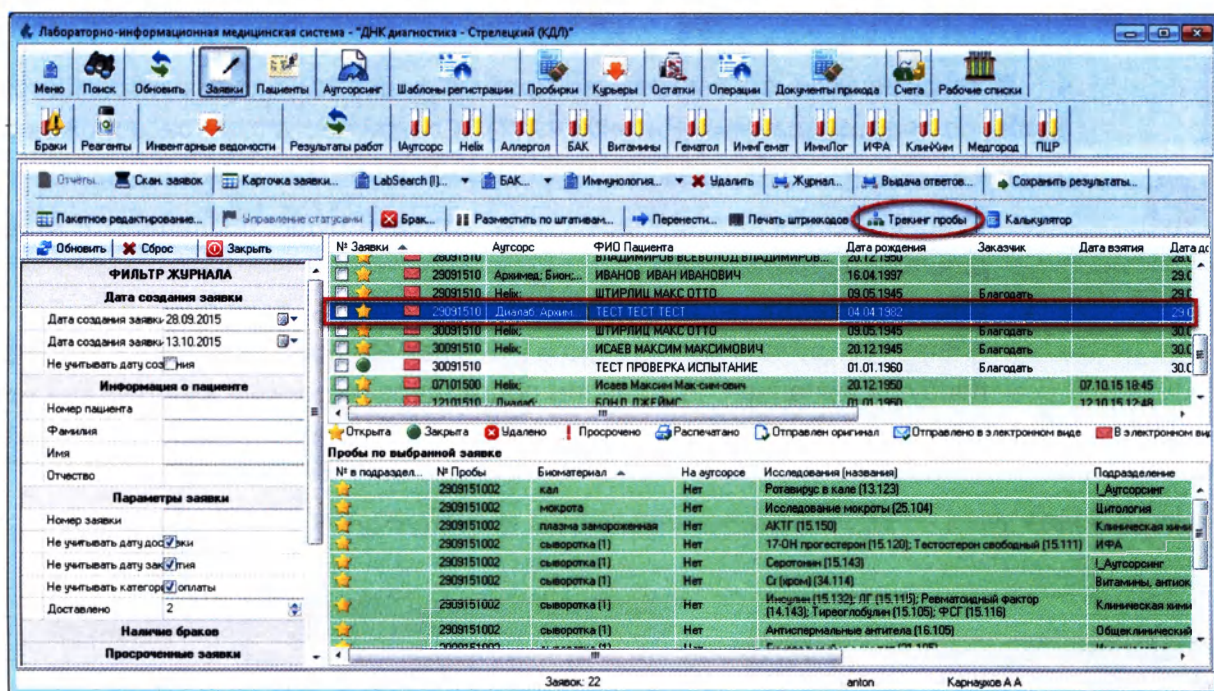

Рисунок 4.1
2. Выберите заявку и нажмите кнопку «Трекинг пробы» (Рисунок 4.1):